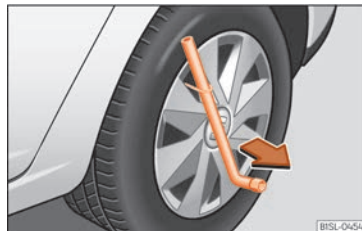

Abb. 30 Die Radvollblende vom Rad abnehmen.
- Radschlüssel durch den Drahtbügel schieben, am Reifen abstützen und Radvollblende abziehen »» **Abb. 30**.